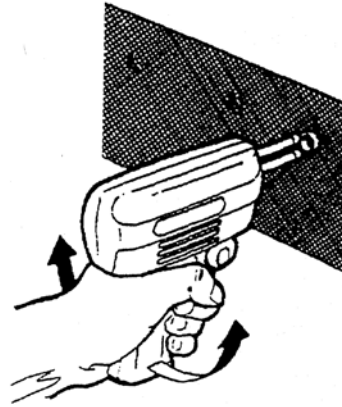

Рис. 2
4. Резак для заклепок RCT-1 (насадка для электрического паяльника мощностью 100-320 Вт) – можно приобрести в Отделе коммерческой графики или в Отделе материалов для организации движения компании 3M Россия (рис. 2).
7. Прорежьте пленку поверх заклепок, используя паяльник с насадкой RCT-1 или пробойник подходящего размера. Паяльник следует разогреть, включив его за несколько минут до начала работы. Паяльник с насадкой приложите к заклепке: никаких усилий не требуется, так как пленка прорезается за счет плавления. Небольшой поворот паяльника (на 1/4 оборота) обеспечит полное прорезание материала (рис. 2). При использовании пробойника установите инструмент поверх заклепки и слегка постучите по нему молотком. После этого с силой прижмите пленку к поверхности вокруг заклепки. Удалите кусочки пленки, оставшиеся на головках заклепок.